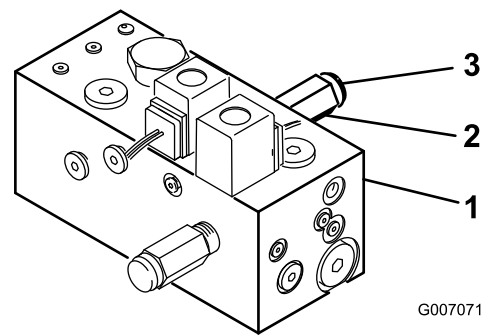

Figure 10
1. Sur le côté arrière du collecteur, enlevez le bouchon du clapet de décharge à l'aide d'une clé Allen (Figure 10).